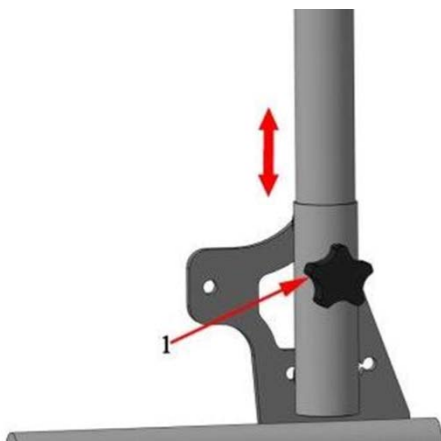

Рис.1.3
5.3 Для регулировки спинки открутите барашек (поз.1, рис.1.3) находящийся на внутренней стороне трубки спинки, отрегулируйте спинку на необходимую высоту, закрутите барашек.